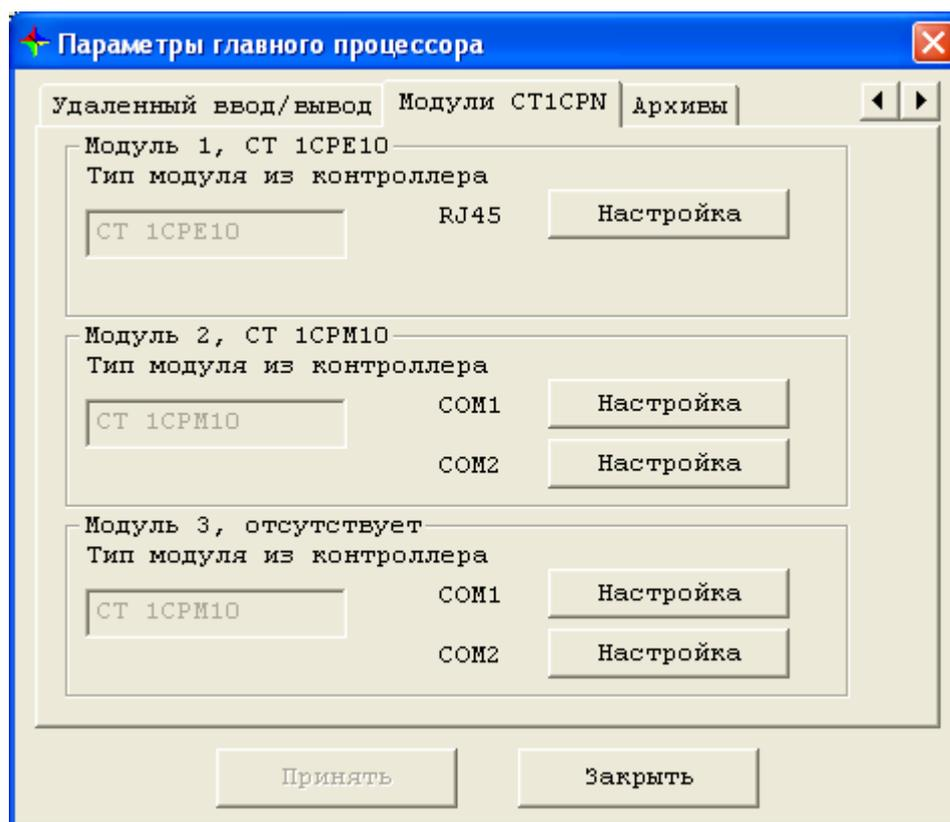

Рис. 6.1.6.1. Вкладка «Модули ST1CPN»
- типы интерфейсных модулей из контроллера избыточны по сравнению с типами интерфейсных модулей из алгоритма, например, на рис.6.1.6.1 на третьей позиции модуль из алгоритма не установлен, а в конфигурации на данную позицию назначен модуль СТ1СРМ10 .